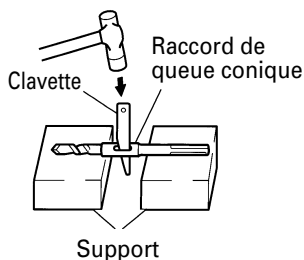

Fig. 14
- (2) Mettre l'appareil sous tension et percer un trou de base.
- (3) Après avoir retiré la poussière avec une seringue, fixer le mandrin à la pointe du sabot et l'enfoncer dans le sabot avec un marteau.
- (4) Pour retirer la mèche à queue conique, insérer une clavette dans la fente du raccord de queue conique, placer un support sous le marteau rotatif, et frapper sur la clavette avec un marteau. (Fig. 14)